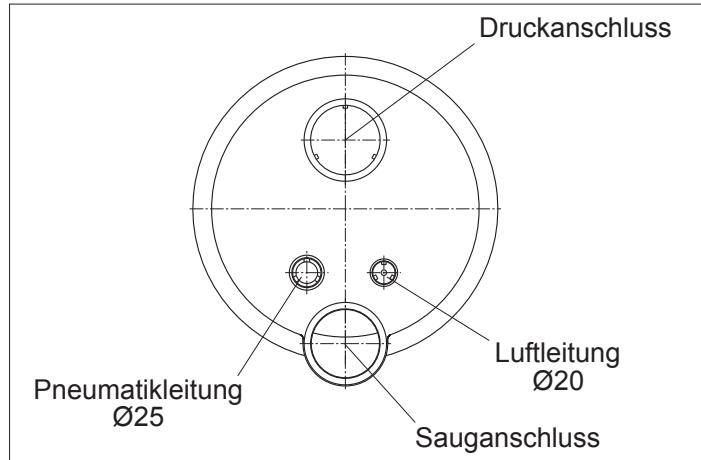
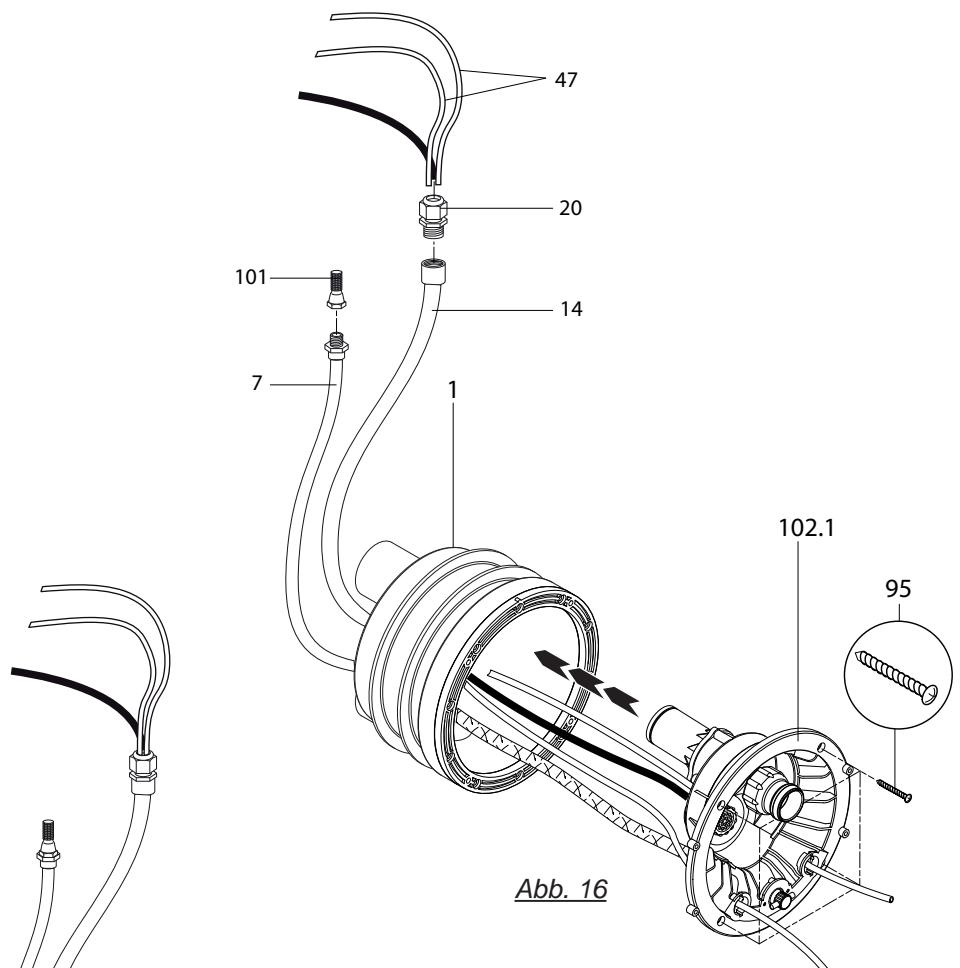

Abb. 9
Abb. 16
2. Einkleben des Kabelschutzschlauches und des Luftleitungsschlauches. (Abb. 9)
3. Das Düsengehäuse (102.1) am Einbaugehäuse (1) ansetzen.
4. Pneumatikschläuche und Kabel des Scheinwerfers durch den Schutzschlauch (14) führen und mit Kabelverschraubung (20) abdichten.
5. Luftleitung mit Klemme (8) am werkseitig vormontierten Luftregler (21) befestigen.
6. Das kpl. Düsengehäuse (102.1) mit 4 selbstschneidenden Schrauben (95) am Einbaugehäuse (1) befestigen. (Abb. 16)